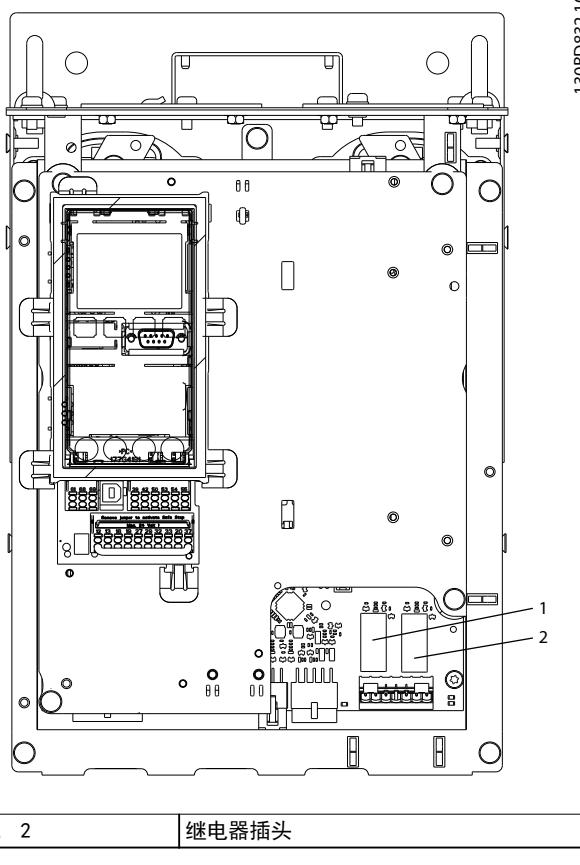

图 1.4 继电器插头的位置
- 拆下标有 *RELAY* 的所有继电器插头。请参阅图 1.4。